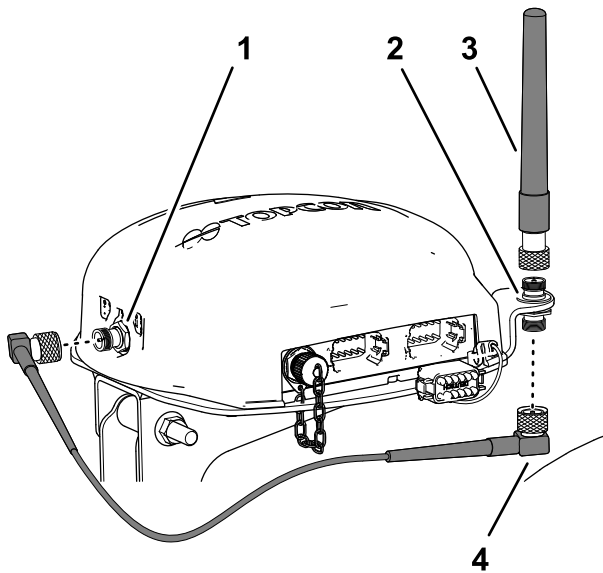

図 160
3. 同軸カップラの上側フィッティングに RTK アンテナを組み付け、アンテナに付いているナットを手締めする 図 160。
4. 同軸カップラの下側フィッティングにアンテナ線を仮留めする 図 160。
5. ケーブルを、ナビゲーション受信機の後ろを通して、CDMA または GSM 携帯電話用モデムの同軸コネクタまで導く 図 160。
6. アンテナ線を、同軸コネクタCDMA または GSM 携帯電話用モデムに接続する 図 160。